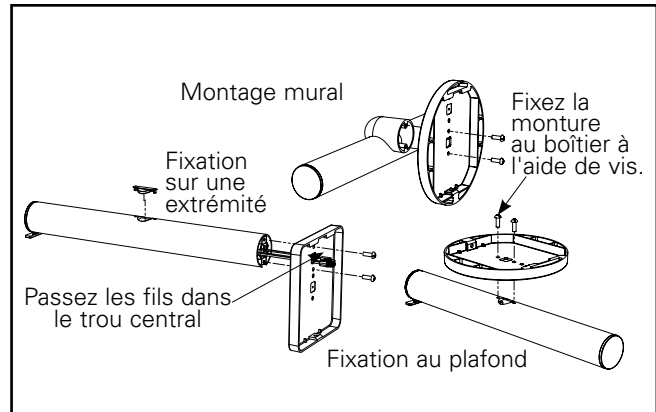

Figure 4.
8. Montez la monture sur le boîtier en suivant les étapes appropriées (voir la figure 4).